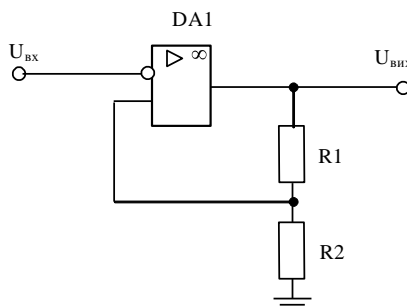

Рисунок 3
1. Зберіть схему тригера Шмітта на основі компаратора, наведену на рис.3 з реальним ОУ (наприклад, LM 741).